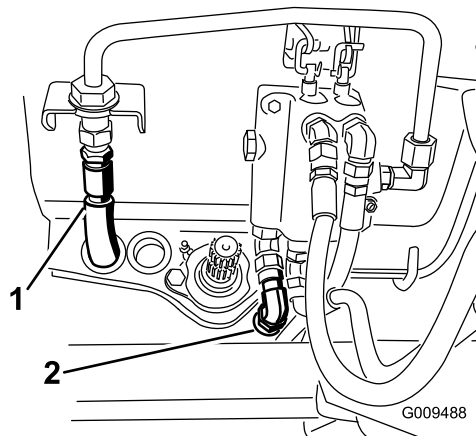

Figura 28
14. Conecte el manguito de presión hidráulica al tubo rígido de la válvula y conecte el manguito del depósito a la válvula (Figura 28). Guarde los tapones de los manguitos para la reconversión de verano.